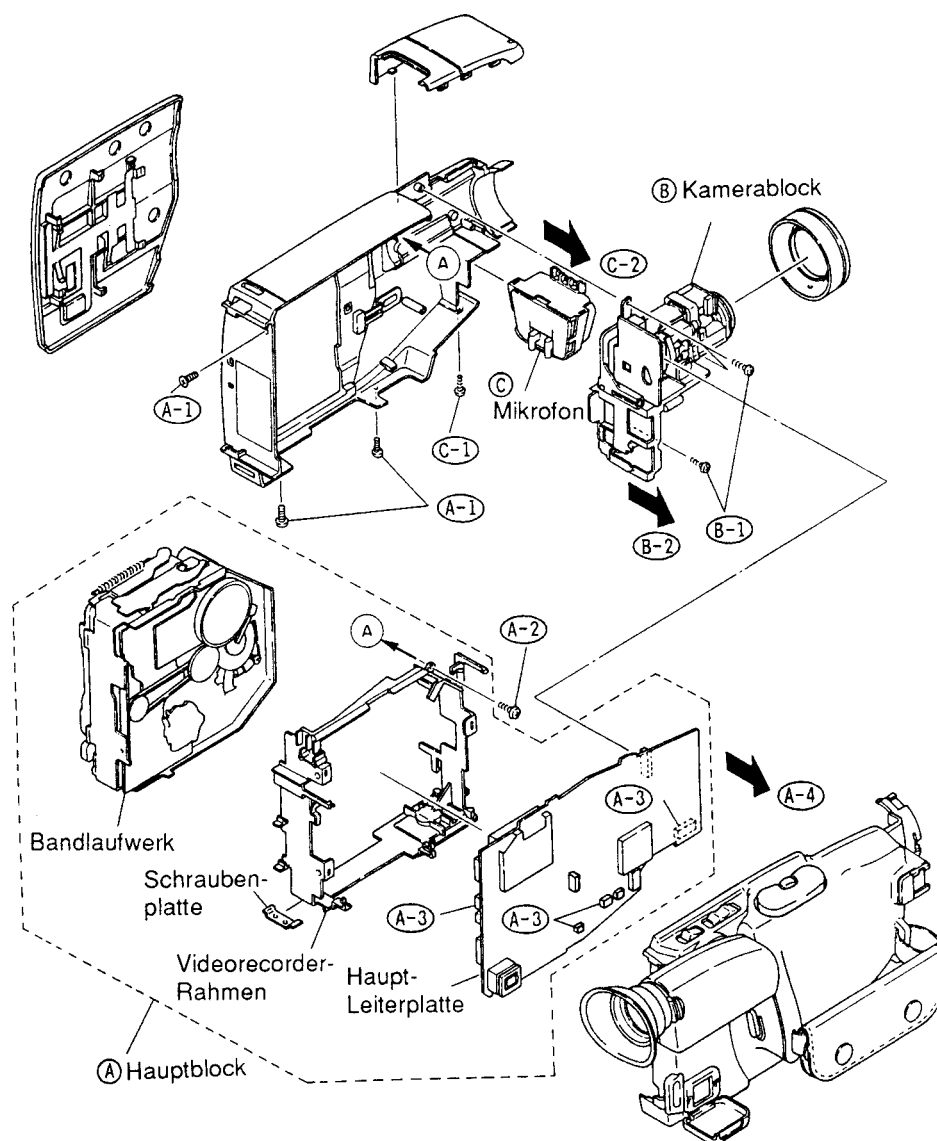

Abb. 3-4
A. Hauptblock (Haupt-Leiterplatte, Videorecorder-Rahmen, Bandlaufwerk) (Abb. 3-4)
- 1) Drei (3) Schrauben entfernen.
- 2) Eine (1) Schraube entfernen.
- 3) Zwei (2) Stecker und Zwei (2) Flachkabel abtrennen.
B. Kamerablock (Abb. 3-4)
C. Mikrofon (MIC) und linkes Gehäuse (Abb. 3-4)